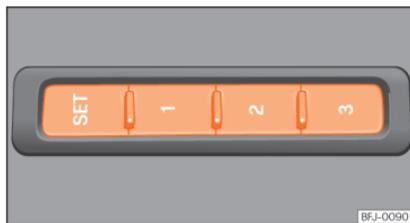

Abb. 117 Außen am Fahrersitz: Speichertasten.
- Taste **SET** länger als 1 Sekunde drücken »» **Abb. 117.**